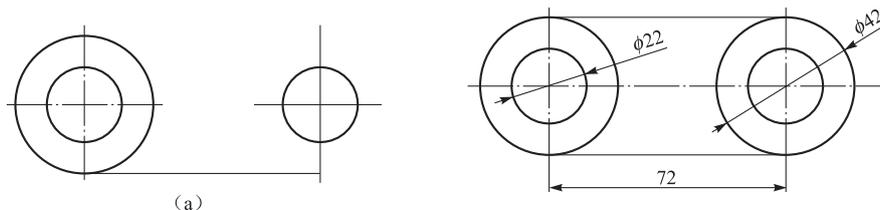

图 2-45 偏移对象的作图
① 以图 2-45 (b) 为例, 先根据给定的条件作出定位中心线、大圆及切线, 如图 2-45 (a) 所示。
② 输入命令后, 根据提示指定偏移距离, 再选择实体, 然后指定偏移所在的一侧 (或指定生成等距线的实体要通过的点), 结果如图 2-45 (b) 所示。
下面是将图 2-45 (b) 逆时针旋转 20° 的操作示例。
选择对象: 选中图 2-45 (b) 所有对象